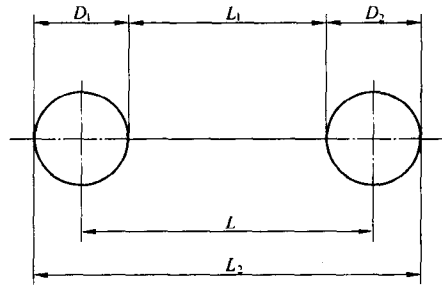

图 1-2.2
2-10 参看图 1-2.2, 测量箱体孔心距 L , 有如下三种测量方案: ① 测量孔径 D_1 、 D_2 和两孔内侧间的距离尺寸 L_1 ; ② 测量孔径 D_1 、 D_2 和两孔外侧间的距离尺寸 L_2 ; ③ 测量 L_1